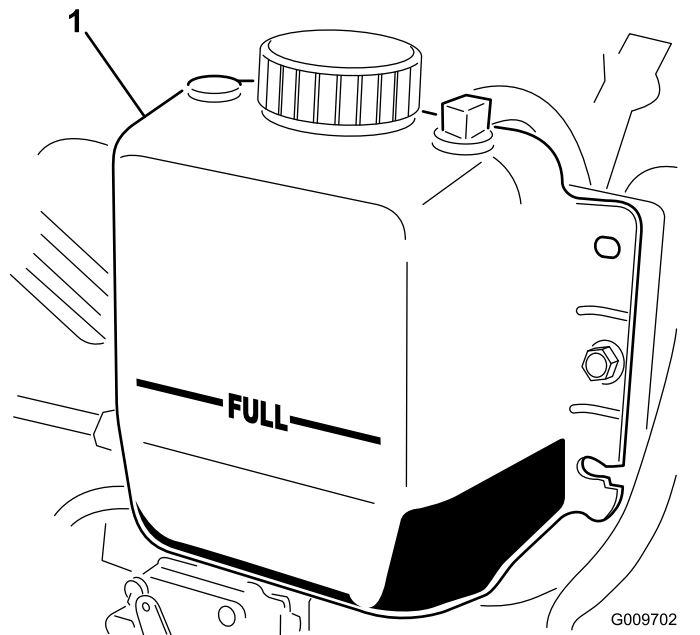

Figure 35
**Remarque:** Le radiateur doit être rempli jusqu'en haut du goulot de remplissage et le vase d'expansion jusqu'au repère maximum (Figure 35).